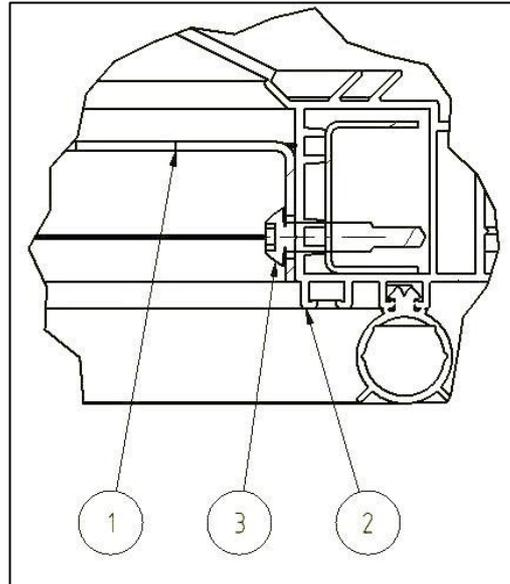
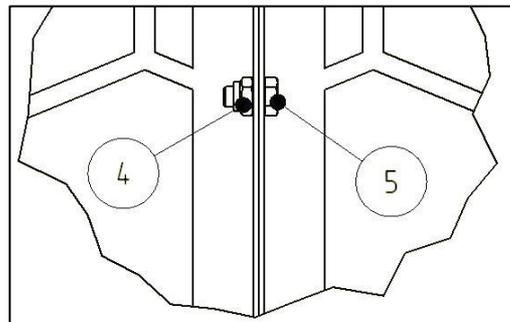

Bild 8
Bild 10
2. Wie in **Bild 8** beschrieben wird das Gitter (1) mit der Abkantung zum Aufsetzkranz hin in den Lichtkuppelrahmen (2) montiert und mit Bohrschrauben 4,8x23 (3) befestigt. Bei Lichtkuppeln größer als NG150 sind die Gitter zweiteilig ausgeführt. Diese müssen vor dem Einbau wie in **Bild 10** zu sehen mit den beiliegenden Schrauben und Muttern (4 und 5) verbunden werden. Die Anzahl der Verschraubungen wird durch die Bohrungen in den Abkantungen vorgegeben.